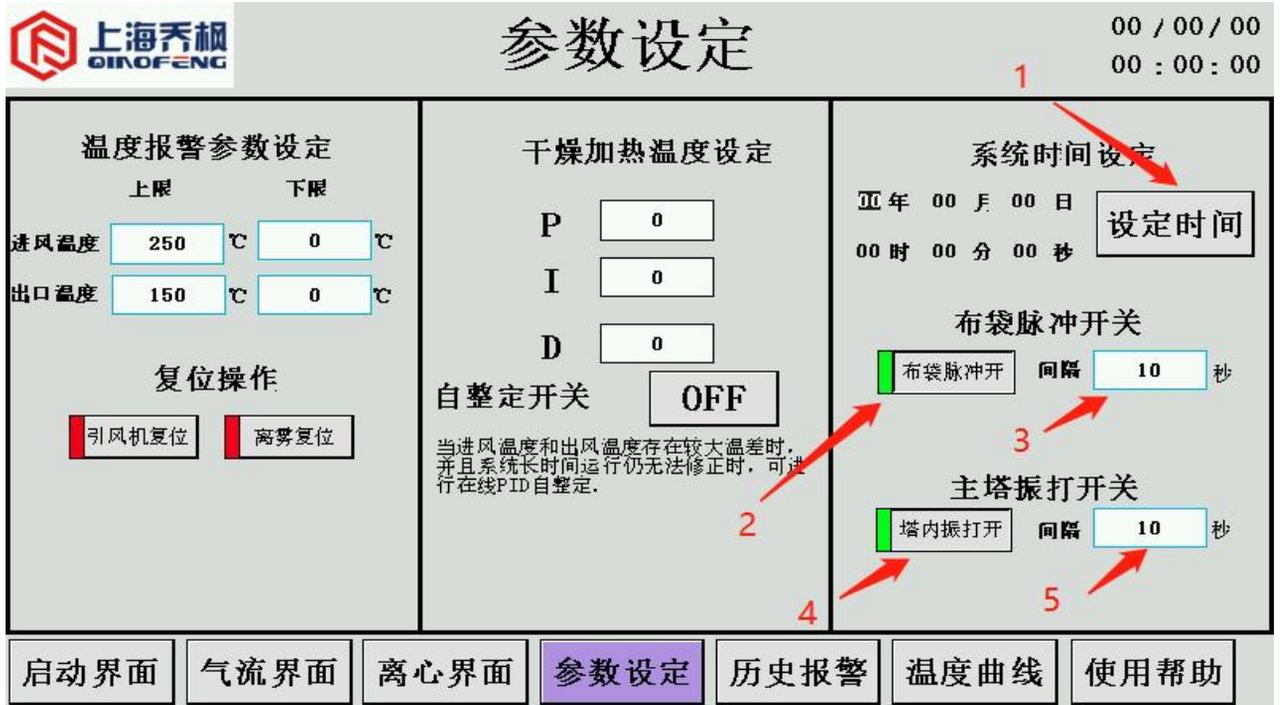

图 14
(3) 点击 1，设定设备操作界面显示的时间。点击 2，打开设备布袋脉冲。点击 3，用虚拟键盘输入“0-10”即为脉冲工作间隔时间。点击 4，打开设备主塔振打。点击 5，用虚拟键盘输入“0-10”即为振打工作间隔时间。显示状态如图 14 所示。